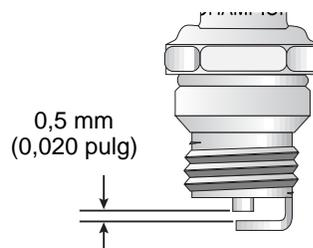

Fig. 23
3. Cambie las bujías que están rajadas, sucias o deterioradas. Fije la separación de aire a 0,5 mm (0,020 pulgadas) utilizando un calibrador (Fig. 23).